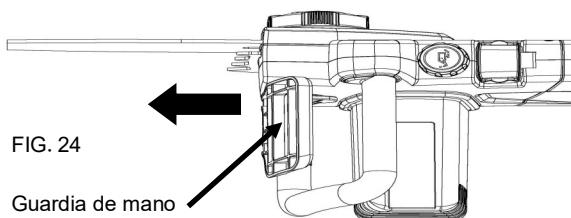

FIG. 24
■ Con el dorso de la mano izquierda accione el freno de la cadena; para ello, empuje la palanca del mismo (la protección de la mano) hacia la barra mientras se desplaza con rapidez la cadena. (Fig. 24)